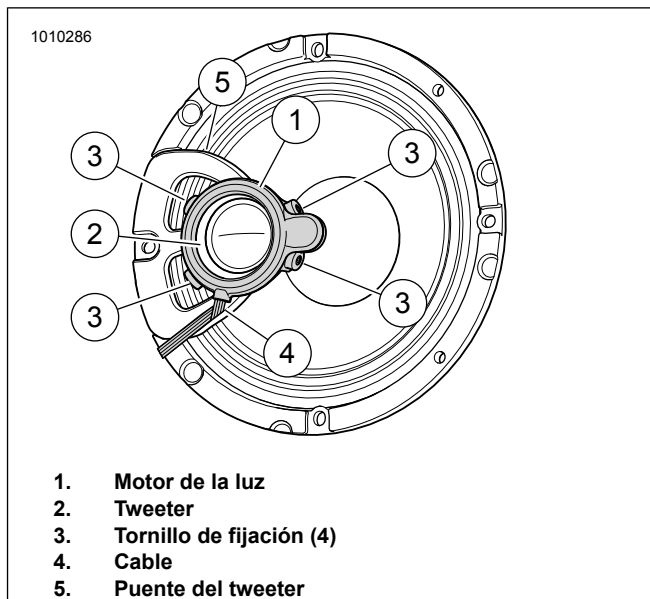

Figura 2. Altavoz FLH, tweeter, puente del tweeter y luz LED
Consulte la Figura 2. Coloque el motor de la luz (1) en el tweeter (2) como se muestra. Comprima suavemente el motor de la luz en su lugar.